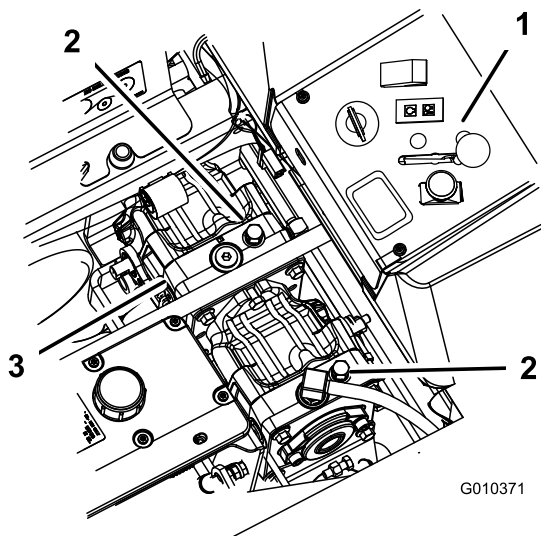

Figura 37
3. Gire las válvulas de desvío una vuelta en sentido antihorario para empujar la máquina (Figura 37).
Gire las válvulas de desvío una vuelta en sentido horario para conducir la máquina (Figura 37).